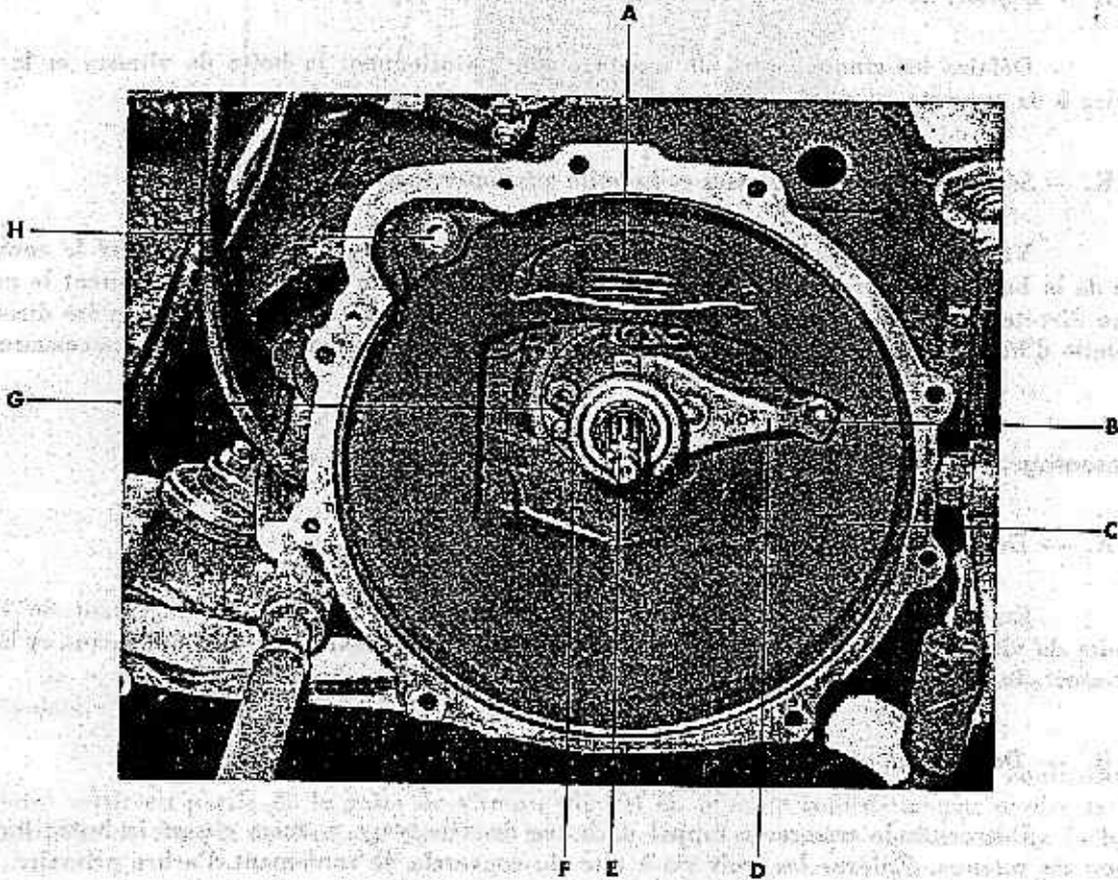

FIGURE 7. — Fourchette de débrayage.
G. — Dépose de la fourchette de débrayage (fig. 7).